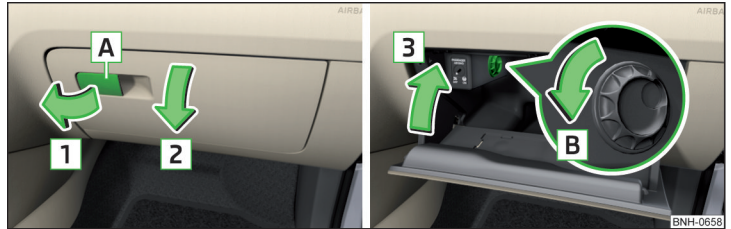

Abb. 88 Ablagefach öffnen / Ablagefach schließen und Luftzufuhr öffnen
- › Zum **Öffnen** den Griff **A** in Pfeilrichtung **1** ziehen und den Deckel in Pfeilrichtung **2** klappen » Abb. 88.
- › Zum **Öffnen** den Drehregler in Pfeilrichtung **B** bis zum Anschlag drehen » Abb. 88.